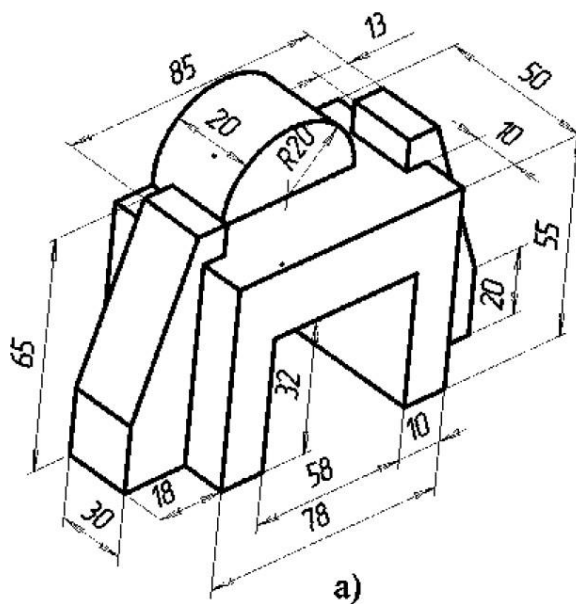

Рис.1
**Задание:** дано аксонометрическое изображение детали с размерами (рис.1). Необходимо построить три основных и один дополнительный виды данной детали.